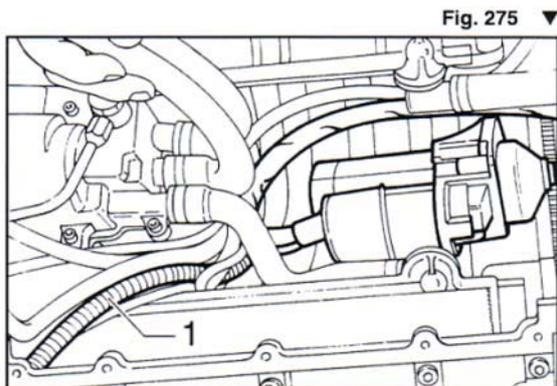

Fig. 275 ▼
- scansare le tubazioni del circuito di raffreddamento ed inserire il motore d'avviamento con il relativo cablaggio, posizionandolo come indicato (Fig. 275).
**NOTA** Prestare attenzione al cavo alternatore (1) che deve passare sotto il coperchio anteriore testa cilindri sinistra. Lasciare un po' di gioco ai cavi del motore di avviamento, in modo da permettere il suo spostamento assiale, per poterlo fissare alla scatola del cambio.
- push back the cooling circuit pipes and insert the starting motor with cabling as illustrated in the figure (Fig. 275).